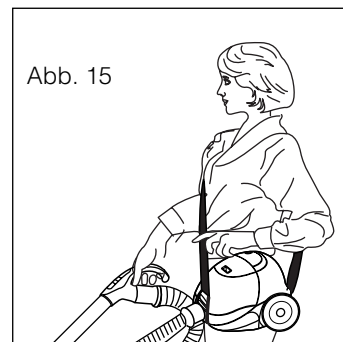

Abb. 15
Um eine vielseitige Verwendung des Gerätes zu ermöglichen, kann man den beigelieferten Schultertragegurt (P) benützen, der sich einfach auf das Gerät montieren läßt (Abb. 15).